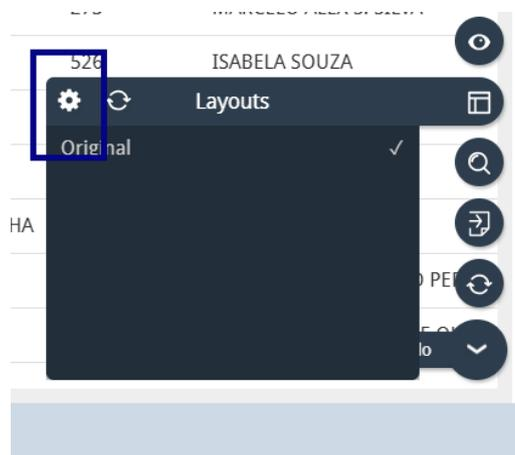

Figura 145: Configuração
7. Clique no **icone de configurações** (Figura 145) no canto superior direito da janela de Layouts.